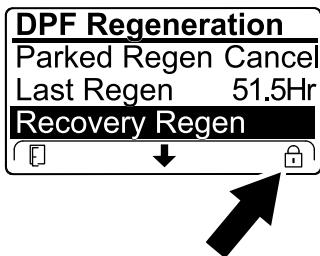

Рисунок 55
- Если компьютер двигателя не запрашивал восстановительную регенерацию, а вы перешли вниз к опции RECOVERY REGEN (Восстановительная регенерация), восстановительная регенерация будет заблокирована и в нижнем правом углу дисплея инфо-центра появится значок «Замок» (Рисунок 55).